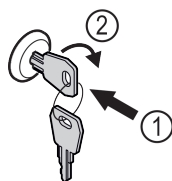

Fig. 90 Voorbeeld
- Sleutel erin duwen Fig. 90 (1).
- Sleutel 90° rechtsom draaien Fig. 90 (2).